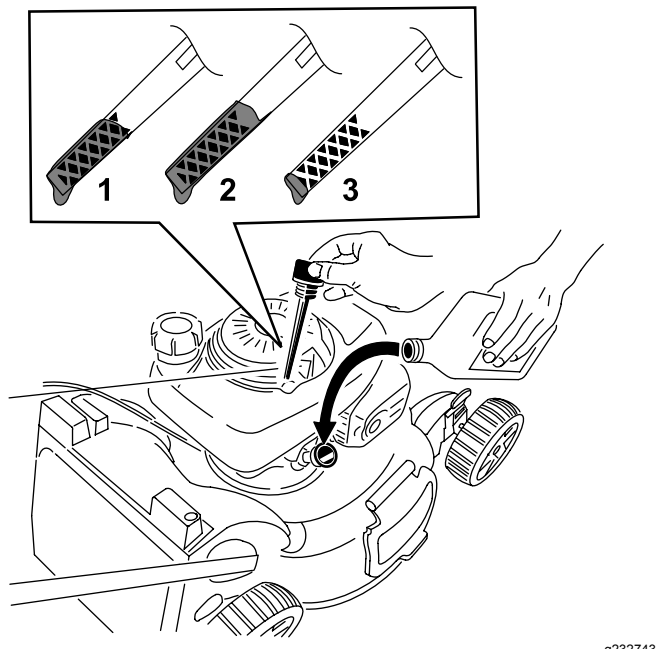

図 16
2. キャップを左に回してディップスティックを抜き取る 図 16。
5. ディップスティックの目印で油量を点検する 図 16。
- 油量が少なすぎる場合 図 16は、補給管から少量の SAE 30 または SAE 10W-30 洗浄性オイルを補給し、3 分間待って量を確認し、ステップ 3-5を繰り返して適正量までオイルを入れる。
- 油量が多すぎる場合 図 16は、余分のオイルを抜いて適正量までオイルを減らす エンジンオイルの交換 \(ページ 17\)を参照。